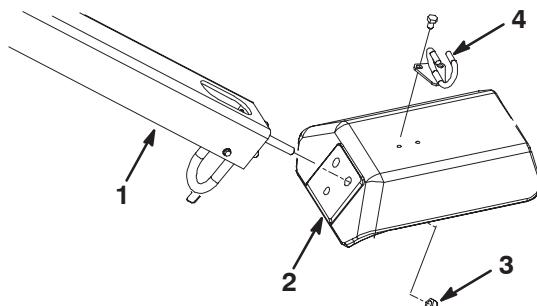

Bild 3
- Setzen Sie die Befestigungsbolzen für den Griff in die Löcher in der Gabel ein (Bild 3).
- Befestigen Sie die Griffbolzen mit drei 1/2–20 Sicherungsmuttern an der Gabel (Bild 3)
- Befestigen Sie die Kabelführung mit zwei 5/16 x 1/2 Zoll Kopfschrauben an der Gabel (Bild 3).